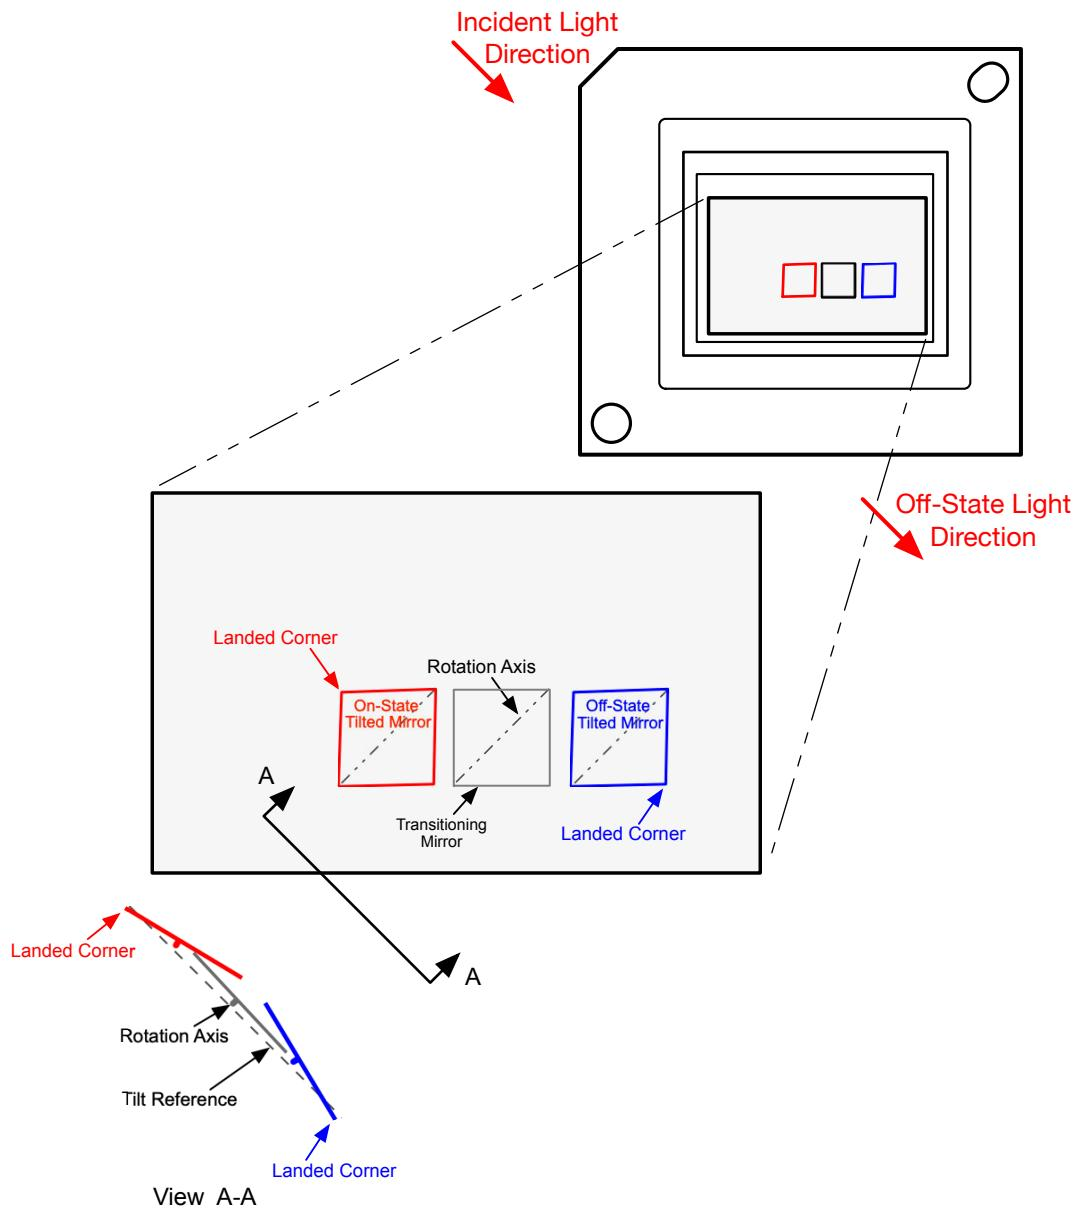

図 5-11. マイクロミラーの着地方向と傾き
(1) マイクロミラー アレイ全体から形成されるプレーンを基準として測定されます。
(2) マイクロミラー アレイとパッケージのデータム間には、さらに大きな変動があります。
(3) 同じデバイス上または異なるデバイス上に配置された任意の 2 つの個別マイクロミラー間で発生する可能性のある変動を表しています。
- (4) 一部のアプリケーションでは、システム全体の光学設計においてマイクロミラーの傾斜角の変動を考慮することが重要です。一部のシステム光学設計では、デバイス内のマイクロミラーの傾斜角が変動すると、マイクロミラー アレイから反射された光磁界では不均一性が認識される場合があります。一部のシステム光学設計では、デバイス間でマイクロミラーの傾斜角が変動すると、色測定のバラツキ、システム効率のバラツキ、またはシステムコントラストのバラツキが生じる場合があります。
- (5) 図 5-11 を参照してください。
- (6) 受け入れ条件:すべての DMD 画像性能リターンは、以下の投影画像試験条件を用いて評価されます:
- (7) 明るいピクセルの定義: シングル ピクセルまたはミラーがオン位置に固定され、周囲のピクセルよりも目に見えて明るいこと
- (8) 暗いピクセルの定義: シングル ピクセルまたはミラーがオフ位置に固定され、周囲のピクセルよりも目に見えて暗いこと
- (9) POM の定義: アクティブ領域を囲むオフ状態のミラーによる矩形の境界